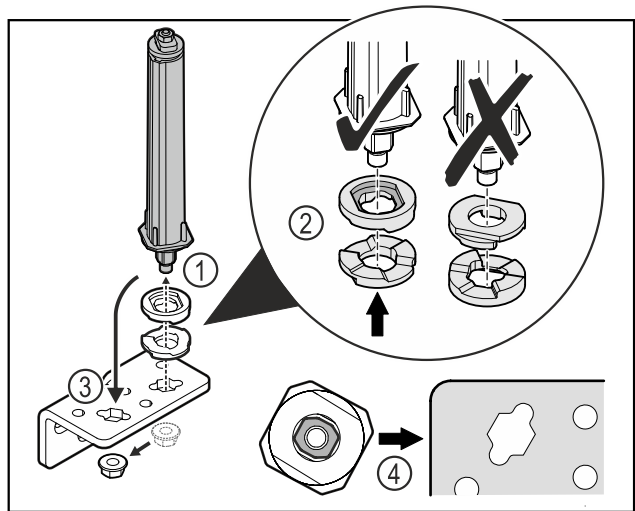

Fig. 34
- ▶ Moer losmaken en deursluitsysteem verwijderen Fig. 34 (1).
- ▶ De correcte uitlijning van de hoogte-instelschijven in acht nemen Fig. 34 (2).
- ▶ Deursluitsysteem in de scharnierhoek verplaatsen en met de moer vastzetten Fig. 34 (3).
- ▶ Bij het plaatsen de correcte uitlijning van het deursluitsysteem in acht nemen Fig. 34 (4).